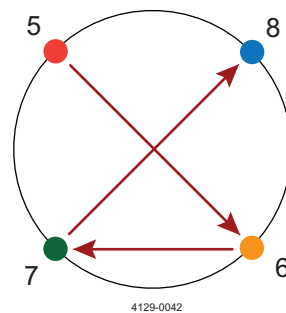

Abbildung 2
5. Das Heftschiessen der Anschweißplatten an den Positionen 5 bis 8 von der Innenseite des Tanks aus fortsetzen (siehe Abbildung 2).